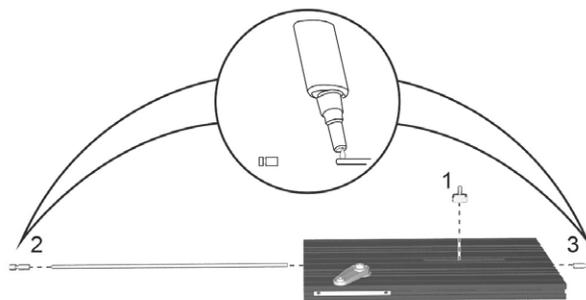

Abbildung 159. Schraubensicherung anbringen.
1. Gewindestange in das Rückenlehnenprofil schieben und gleichzeitig den Mitnehmer (1) aufschrauben. Siehe Abbildung. 159.
2. Schraubensicherung (Loctite 2701) auf die Enden der Gewindestange auftragen die beiden Endstücke (2 und 3) auf die Gewindestange montieren. Siehe Abbildung. 159.